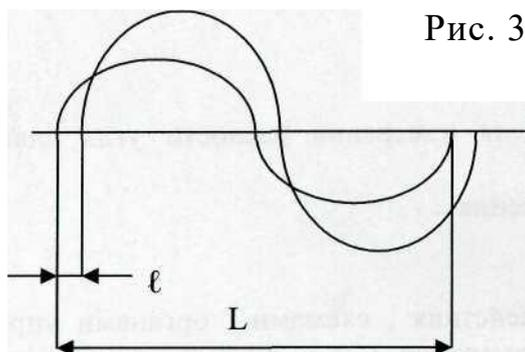

Рис. 3.
2.11. Руководствуясь «Инструкцией по эксплуатации» осциллографа добиться устойчивой осциллограммы двух сигналов рис. 3.